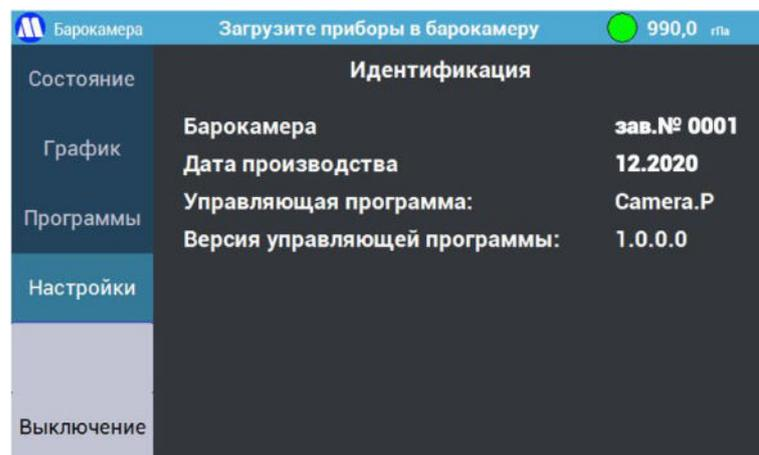

Рисунок 22 – Экран «Идентификация».
7.3.12.8. Кнопка «**Идентификация**» (Рисунок 22) открывает экран с информацией о заводском номере, дате производства и программном обеспечении контроллера давления.
11.1.2. Версия встроенного программного обеспечения отображается на дисплее в меню настроек контроллера давления (см. Рисунок 22).